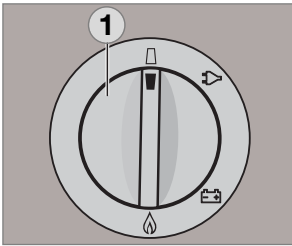

Fig. 41
- Pour les modèles avec allumeur sur pile, positionnez le commutateur de sélection de la source d'énergie **(1)** sur " **Arrêt** ". L'appareil est déconnecté (Fig. 41).